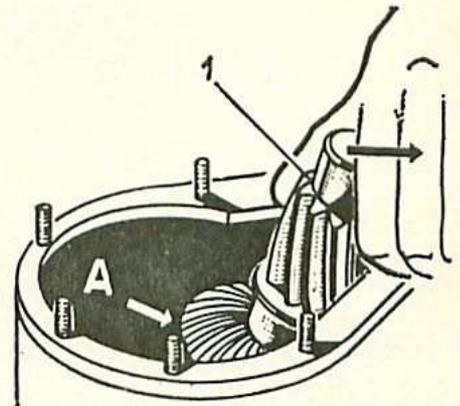

Fig. 57. — Introduction de l'arbre démultiplicateur
- Présenter, dans l'ouverture gauche du carter, l'arbre démultiplicateur (1) mais ne pas engager son roulement (côté roue d'angle), c'est-à-dire maintenir l'arbre et l'incliner dans la partie étroite de l'ouverture (fig. 57) (ceci a pour but de permettre le passage en (A) du roulement à billes de l'ensemble différentiel).